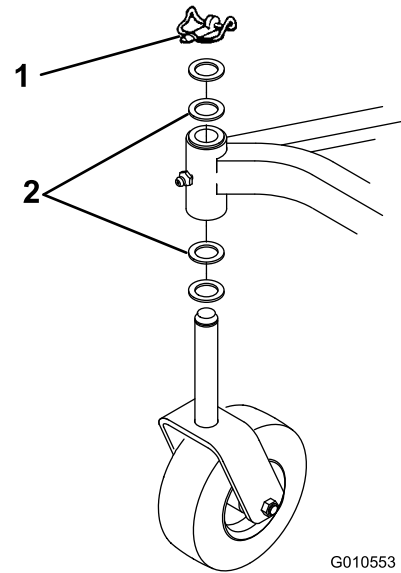

Bild 26
- A. An Mähwerken, die normal mit einer Schnitthöhe von 25 bis 51 mm eingesetzt werden, sollten Sie die niedrige Seite des Mähwerks anheben. Entfernen Sie den Klappstecker, mit dem das Laufrad am niedrigen Ende befestigt ist (Bild 26) und entfernen es.
- C. Wenn das Mähwerk mit einer Schnitthöhe von 51 bis 102 mm eingesetzt wird, senken Sie die hohe Seite des Mähwerks ab. Entfernen Sie den Klappstecker des Laufrads am hohen Ende der Maschine und nehmen es ab (Bild 26).